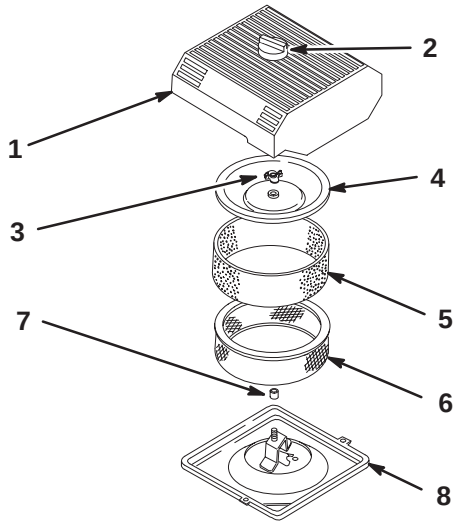

Bild 26
3. Reinigen Sie den Bereich um den Luftfilter herum, um zu verhindern, dass Schmutz in den Motor fällt und Schäden verursacht (Bild 26).
4. Lockern Sie das Handrad an der Luftfilterabdeckung und entfernen Sie die Luftfilterabdeckung (Bild 26).
5. Schieben Sie den Schaumeinsatz vorsichtig vom Papiereinsatz herunter (Bild 26).
6. Schrauben Sie die Deckelmutter los und nehmen Sie die Abdeckung und den Papiereinsatz ab (Bild 26).
1. Schieben Sie das Schaumelement vorsichtig auf den Papiereinsatz des Luftfilters (Bild 26).
3. Drehen Sie die Deckelmutter jetzt mit der Hand gegen die Abdeckung (Bild 26).
- Montieren Sie die Luftfilterabdeckung und das Handrad (Bild 26).